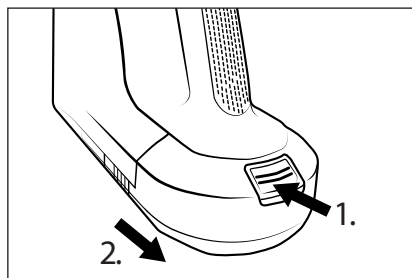

Fig. 13
- ♦ For at fjerne batteriet ❷ fra produktet, skal du trykke på oplåsningsknappen til batteriet ❶ og tage batteriet ❷ ud af produktet (se fig. 13).